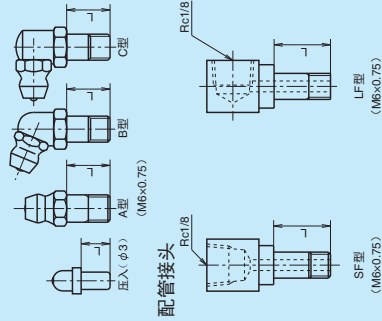

图 11 润滑脂注入嘴和专用配管接头
润滑脂注入嘴和专用配管接头如图 11、表 11 所示。根据双密封、护板、NSK K1 等及防尘零件，备有颈长 (L) 不同的润滑用零件。